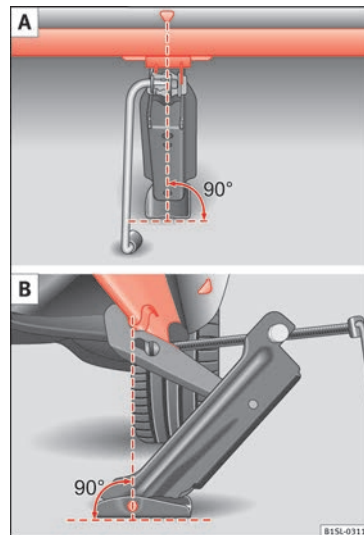

Fig. 130 Gato colocado en la parte trasera izquierda del vehículo.
- Coloque el gato únicamente en los lugares descritos. La garra del gato debe quedar asegurada, abarcando el nervio del refuerzo de los bajos » fig. 130.